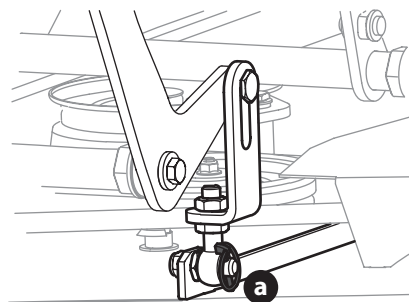

Fig. 50
4. Retirez les quatre goupilles (a) qui fixent le plateau de coupe à l'ensemble de levage du plateau de coupe (Fig. 50).